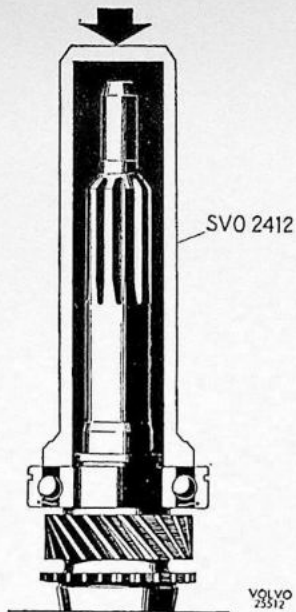

Fig. 4-41. Montage kogellager op prise as
4. Pers het lager op de prise as met behulp van de huls SVO 2412, zie Fig. 4-41. Zoek een borgring van de juiste dikte en monteer hem. Breng de 14 lagerrollen voor de hoofdas op hun plaats in de prise as. Gebruik vet om de rollen op hun plaats te houden. Druk de prise as op z'n plaats in het huis. Pers de oliekeerring in het voorste deksel met stempel SVO 2010. Monteer dan het deksel over de prise as. Vergeet de O-ringen voor de bouten niet (latere uitvoering).